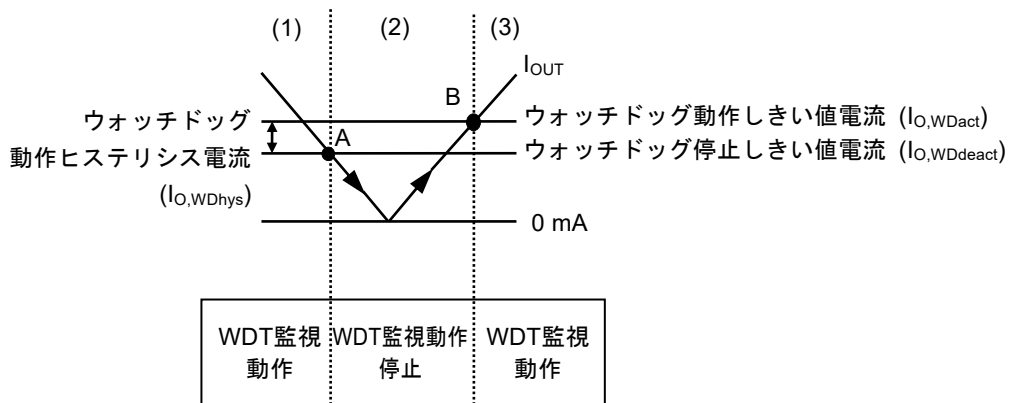

図50 自律ウォッチドッグ動作機能
- (1)レギュレータの I_{OUT} がウォッチドッグ動作しきい値電流 ($I_{O,WDact}$) 以上で、 V_{WADJ} は基準電圧 (V_{ref}) より高くなり、コンパレータ (C1) の出力は "H" になります。このとき、ウォッチドッグタイマは監視動作を行います。
- (2) I_{OUT} が低下し、ウォッチドッグ停止しきい値電流 ($I_{O,WDdeact}$) (図50のA点) 以下になると V_{WADJ} は V_{ref} 以下となり、C1の出力は "L" になります。このとき、ウォッチドッグタイマは監視動作を停止します。 I_{OUT} が上昇しても、 $I_{O,WDact}$ 未満の場合、ウォッチドッグタイマは監視動作を停止したままです。
- (3)さらに I_{OUT} が上昇して $I_{O,WDact}$ (図50のB点) 以上になると V_{WADJ} は V_{ref} 以上になり、C1の出力は "H" になり、ウォッチドッグタイマは監視動作を開始します。